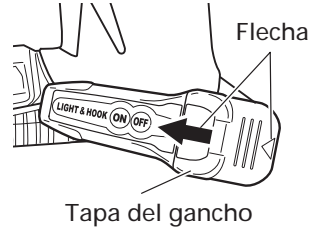

Fig. 11
- (1) Afloje el tornillo de gancho con un destornillador tipo Phillips (Núm. 1). (Fig. 10) Quite la tapa del gancho empujando en la dirección de la flecha. (Fig. 11)
- (3) Haga coincidir la muesca del cuerpo principal del gancho con el saliente de la tapa del gancho, presione la tapa en la dirección opuesta a la flecha mostrada en la Fig. 11 y apriete el tornillo.